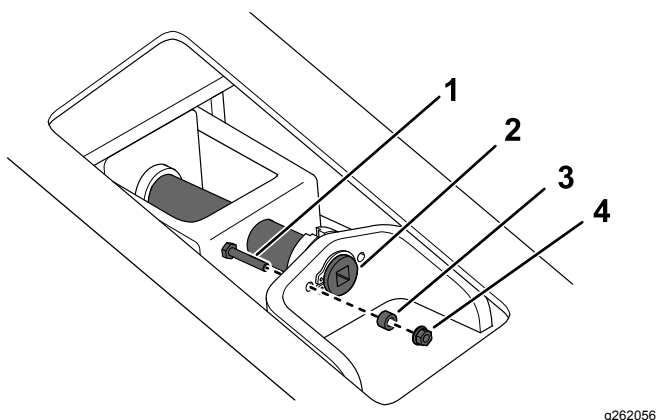
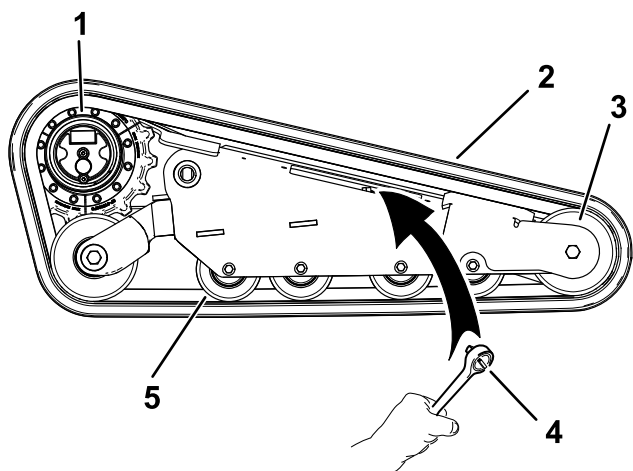

Рисунок 69
Рисунок 71
6. Удалите стопорный болт, проставку и гайку (Рисунок 69).
8. Совместите выемку на головке натяжного винта с ближайшим отверстием под стопорный болт и закрепите винт при помощи стопорного болта, проставки и гайки (Рисунок 69).
7. Используя ключ с храповым механизмом на $\frac{1}{2}$ дюйма, ослабьте натяжение привода, вращая натяжной винт по часовой стрелке (Рисунок 69 и Рисунок 71).
1. Проложите новую гусеницу вокруг переднего направляющего колеса (Рисунок 71).
2. Протолкните гусеницу под опорные катки и одновременно между ними и проложите ее вокруг рамы (Рисунок 71).